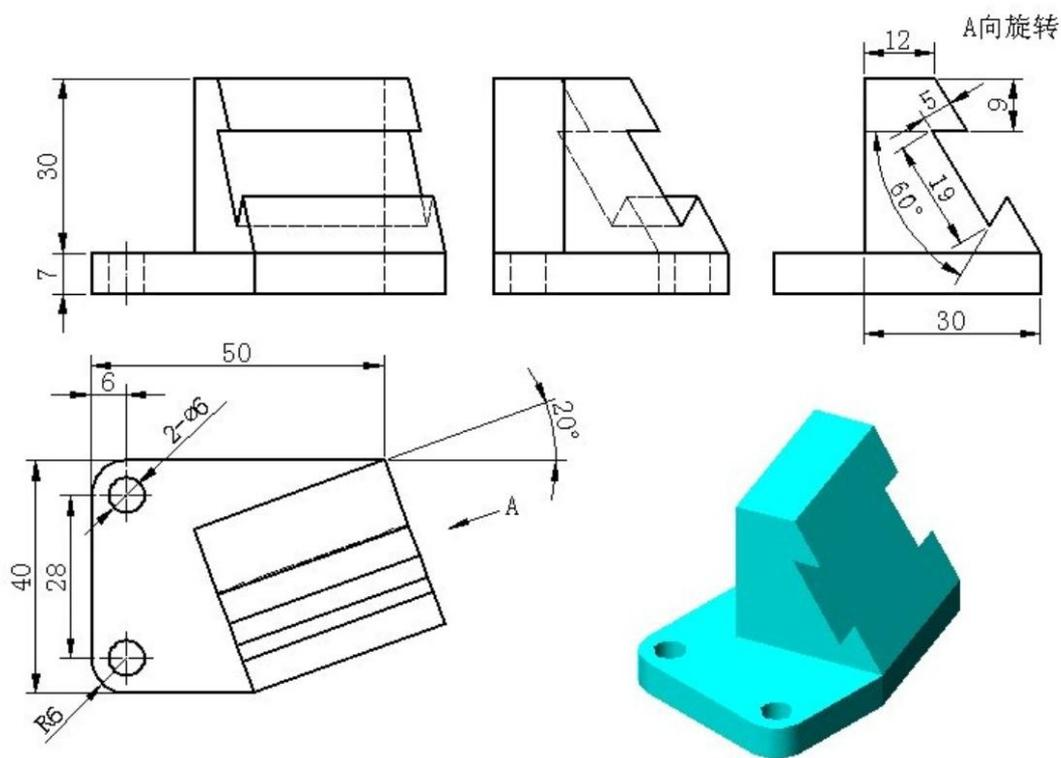

图 J1-7 三维零件 7
- ① 在盘下建立考生文件夹，文件夹名称为“场次-工位号”，所有文件必须保存在考生文件夹中，否则记零分；
- ② 文件名称为“J1-7”，保存在考生文件夹中；
- ③ 根据图 J1-7 所示尺寸完成三维建模；
- ④ 隐藏草图和创建的基准平面；
- ⑤ 考试过程中注意保存，考核结束时考试应立即停止操作，不得关闭电脑，离开考场。
(2) 实施条件